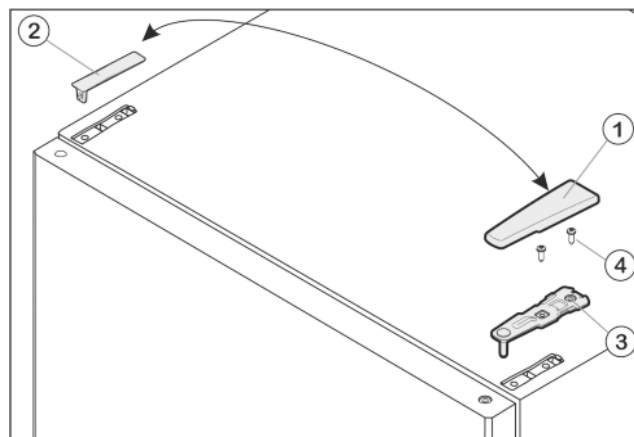

Fig. 8
- Потяните крышку Fig. 8 (1) вперед и вверх.
- Снимите крышку Fig. 8 (2).
► Открутите верхний опорный кронштейн Fig. 8 (3) (2 шт. Torx® 25) Fig. 8 (4) и вытяните вверх.
- ▶ Установите верхний опорный кронштейн Fig. 8 (3) на новой стороне шарнира и защелкните в дверце.
- ▶ Привинтите верхний опорный кронштейн **(с моментом 4 Нм)** (2 шт. Torx® 25) Fig. 8 (4). При необходимости проделайте отверстия или используйте аккумуляторную отвертку.
- ▶ Наденьте и защелкните крышку Fig. 8 (1) и крышку Fig. 8 (2) на противоположной стороне снаружи.